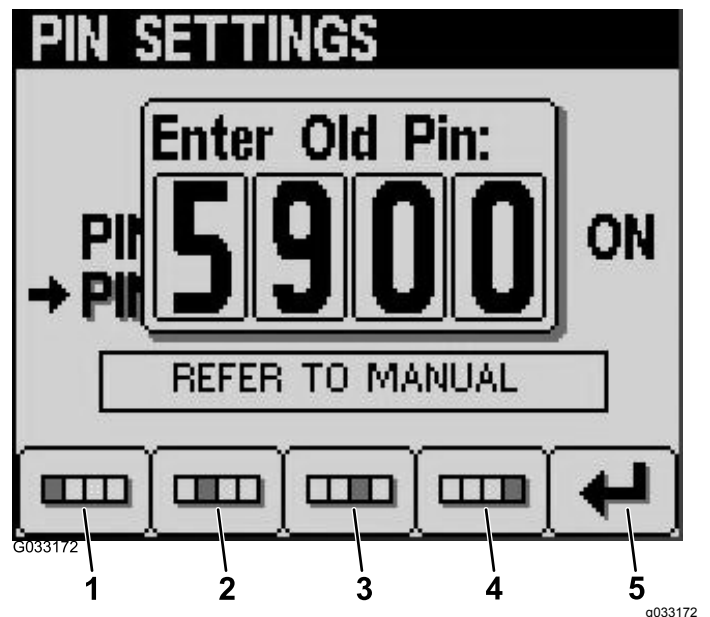

Bild 24
6. Geben Sie mit den Tasten 1 bis 4 die alte PIN ein und drücken Sie Taste 5, um die PIN-Eingabe abzuschließen (Bild 24).